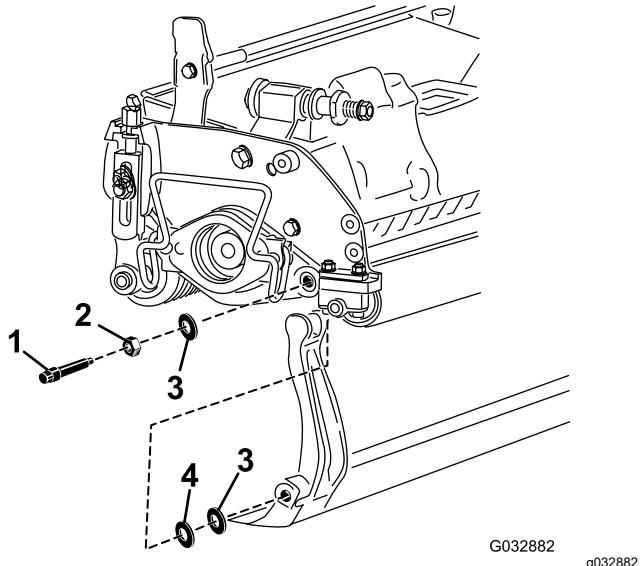

Figure 15
Mettez de côté 2 rondelles en nylon et 1 rondelle en acier à chaque extrémité de la barre d'appui (Figure 15).
3. Placez une rondelle en nylon de chaque côté du bossage de la plaque latérale. Placez une rondelle en acier à l'extérieur de chaque rondelle en nylon (Figure 15).